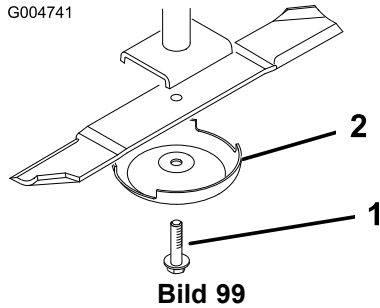

Bild 99
2. Halten Sie das Ende des Messers mit einem stark wattierten Handschuh oder wickeln Sie einen Lappen um es herum. Entfernen Sie die Messerschraube, die Antiskalpiekuppe und das Messer von der Spindelwelle (Bild 99).